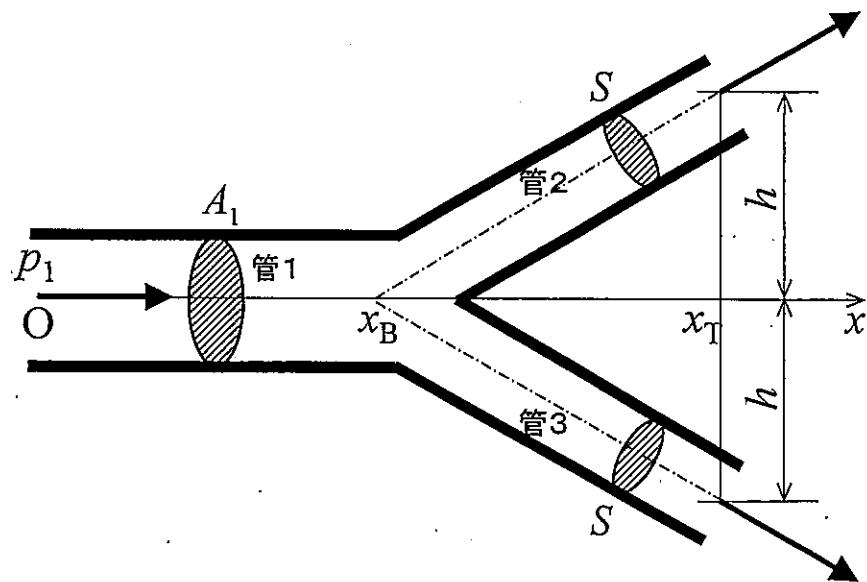

図 2-3
次に、設問Iの分岐管について、分岐部前後の管摩擦損失の影響が無視できない場合を考える。ただし、ここでは、分岐後の管2、管3の長さは等しいとする。図2-3に示すように、分岐部の $x$ 座標を $x_B$ 、管端の $x$ 座標を $x_T$ とする。図に示すように位置 $x_T$ において、 $x$ 軸から距離 $h$ だけ離れた位置で、液体は流出しているとする。すなわち、管2、管3の長さは、 $\sqrt{h^2 + (x_T - x_B)^2}$ で与えられるとする。管1～3の管内の流れについて、十分発達した定常状態における層流の速度分布を仮定し、分岐部での損失は無視して、以下の設問に答えよ。
- (4) 管1の流入部の圧力 $p_1$ を、管1への流入流量 $Q_1$ を用いて表せ。
- (5) 図2-3において、管2と管3の断面積が等しい場合を考える( $A_2 = A_3 = S$ )。また、 $A_1 > 2S$ とする。このとき、管1の流入部、管2、管3の流出部の位置を固定したまま、分岐位置を変化させることを考える。図2-3に示した部分における圧力損失を最小にする分岐点の $x$ 座標 $x_B$ を求めよ。